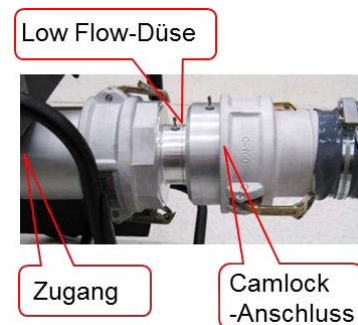

Bild 9. Negativer Druck, Low-Low-Flow-Anordnung
- d. Für die Low Flow-Negativdruckprüfung muss die Low Flow-Düse an den Gebläseeinlass angefügt werden, sofern sie nicht installiert ist. Anschließend den Camlock-Anschluss aus Aluminiumguss an die Low Flow-Düse anschließen, siehe Bild 9. Beide Camlock-Hebel gleichzeitig schließen **Um einen korrekten Sitz und eine korrekte Messung zu gewährleisten, ist darauf zu achten, dass der 100 mm Schlauch mindestens 1 m gerade in gleicher Höhe des Camlock-Anschlusses weggeführt.**